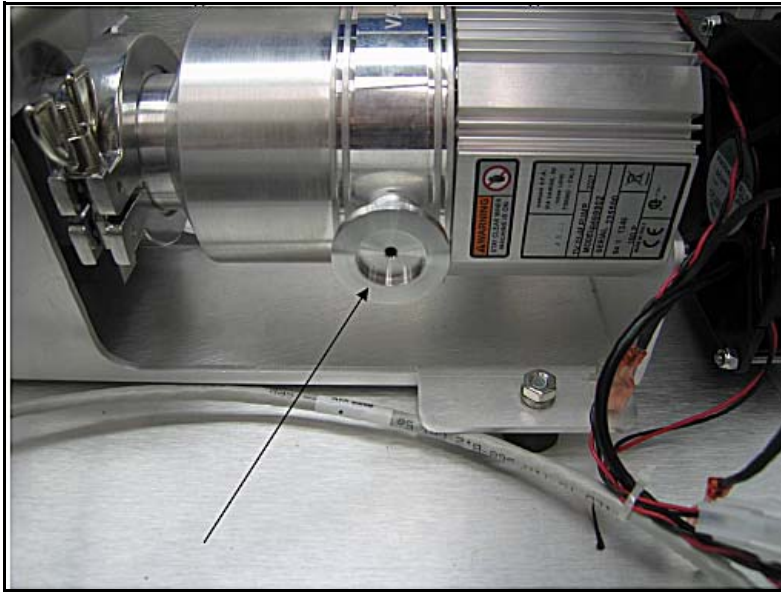

图 B-17 涡轮泵法兰到位
6. 验证 O 型环是否装入涡轮泵的法兰内。然后使用一把 12 毫米开放式扳手将涡轮泵法兰拧到涡轮泵上并拧紧 圈（图 B-17）。切勿过分拧紧法兰，涡轮机体内的螺纹可能会因此受损。